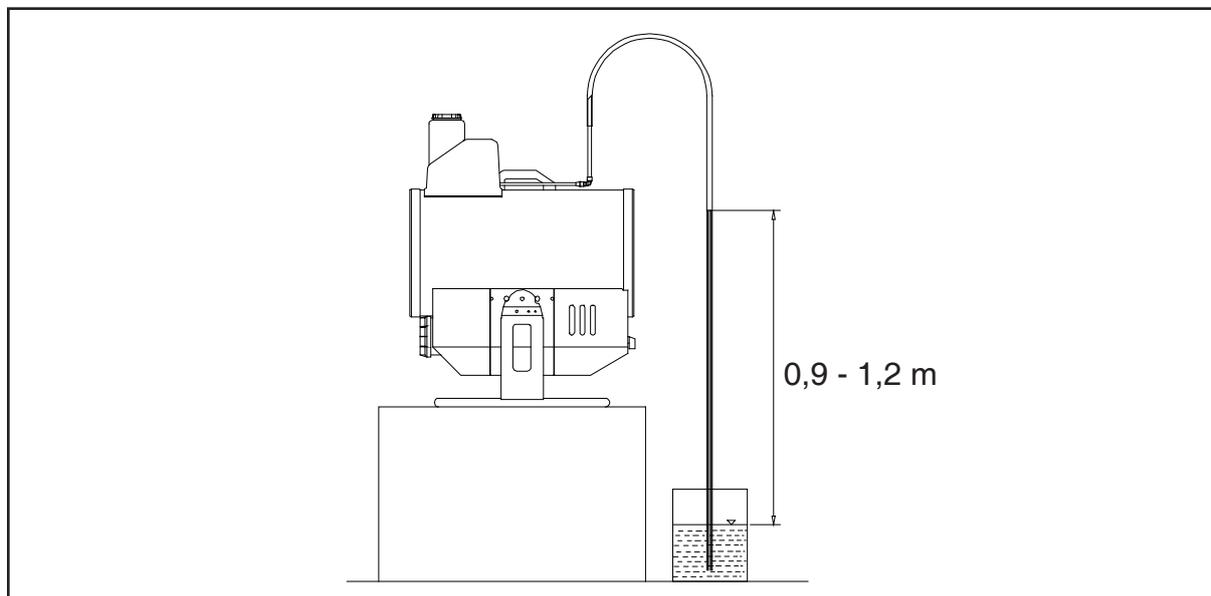

Abb. 9 Überprüfung des Unterdrucks
- Stecken Sie auf das Saugrohrende einen zusätzlichen etwa 2 - 2,5 m langen transparenten Schlauch. Befestigen Sie den Schlauch gemäß Abb. 9 und tauchen Sie das Schlauchende in das Wasser.